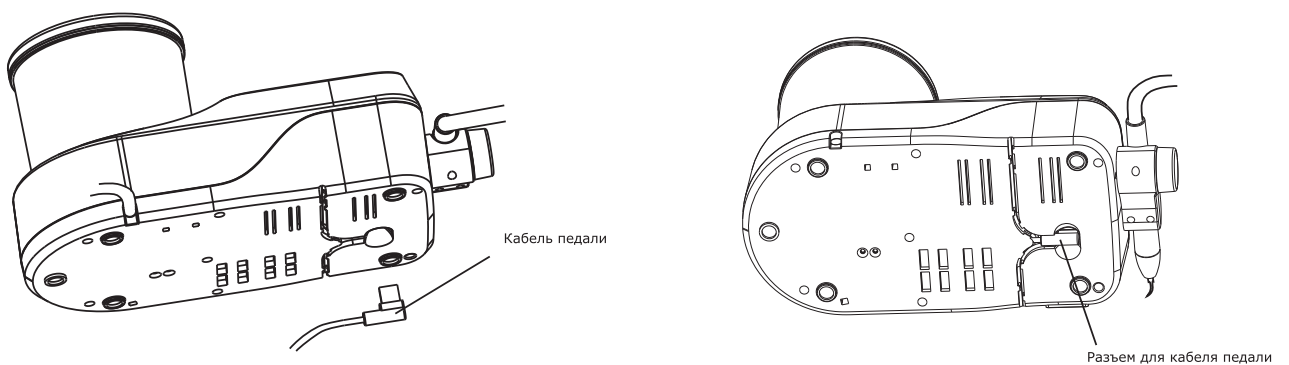

Рисунок 3. Схема подключения проводной ножной педали к основному блоку
- 3) Установите батарейки в беспроводную ножную педаль или подключите проводную ножную педаль к гнезду (см. рис. 3).